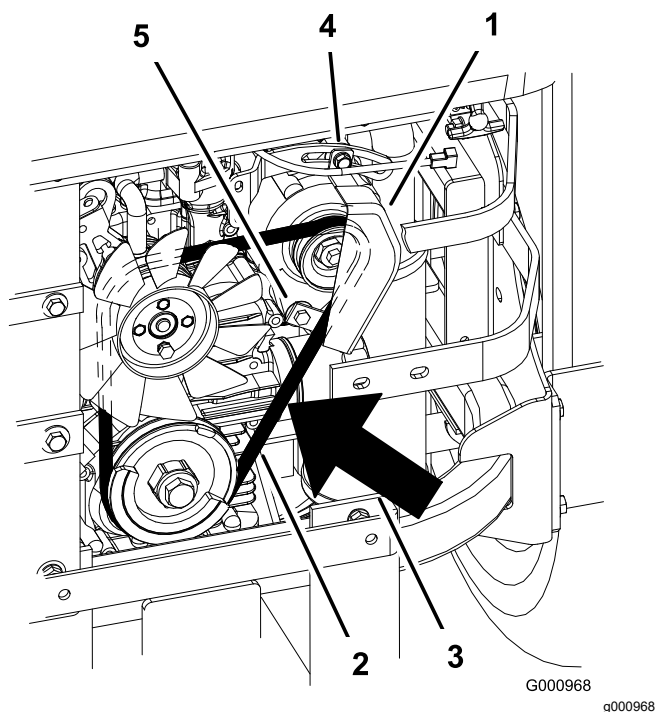

Figura 90
2. Ajuste o alternador para o exterior até haver uma deflexão de 7 a 9 mm na correia entre o motor e as polias do alternador com 10 kg de força(Figura 90).
5. Se a deflexão estiver correta, aperte os parafusos inferior e superior (Figura 90).